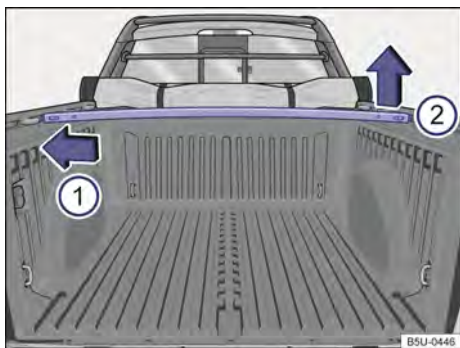

Fig. 55 Travessas no compartimento de carga: remover e instalar.
- Para remover, pressionar a travessa do lado esquerdo no sentido da seta → Fig. 55 ① e retirar a travessa do alojamento pelo lado direito ②.